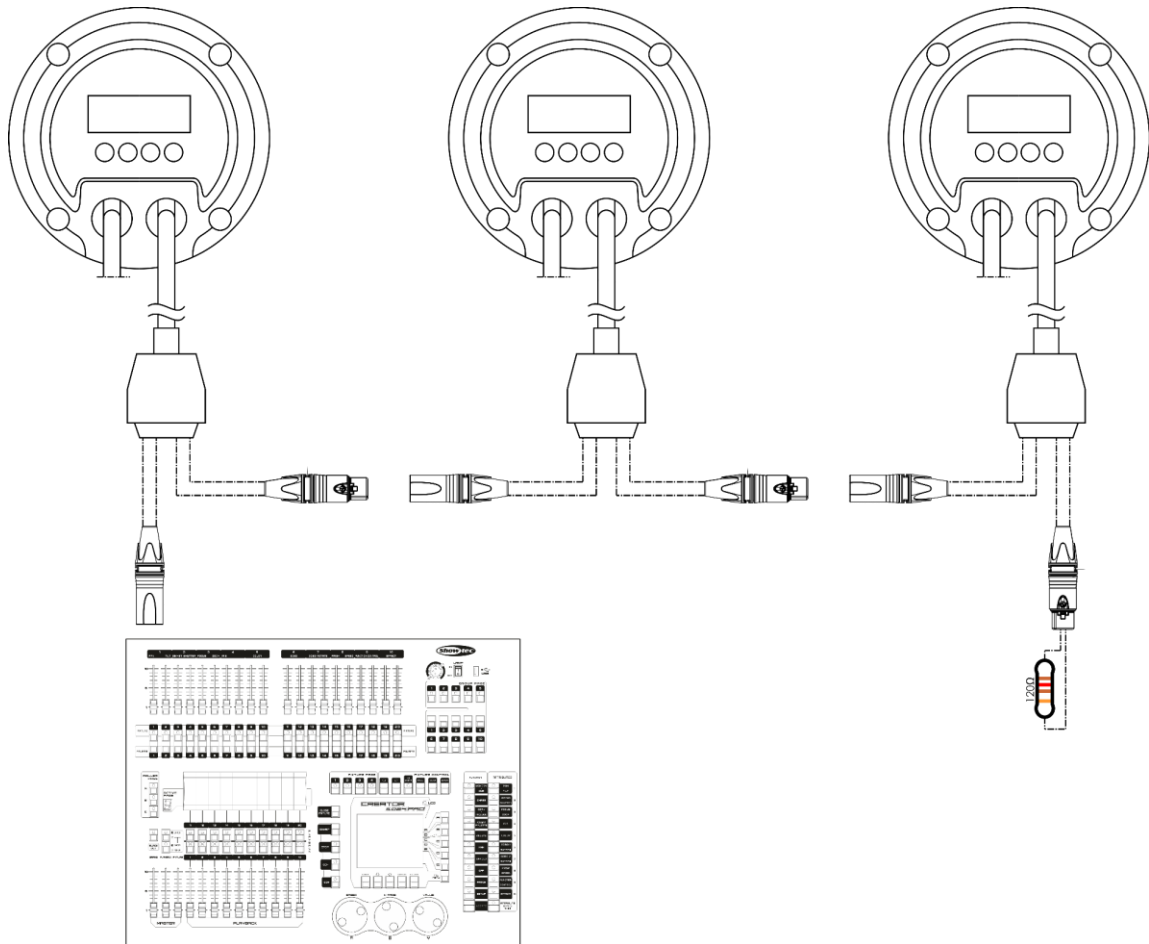

Abb. 04
- 04) Verbinden Sie die Geräte wie in Abb. 04. Schließen Sie den DMX-Ausgang des ersten Geräts mit einem DMX-Kabel an den Eingang des zweiten Geräts an. Wiederholen Sie diesen Vorgang, um das zweite, dritte und vierte Gerät ebenfalls zu verbinden.